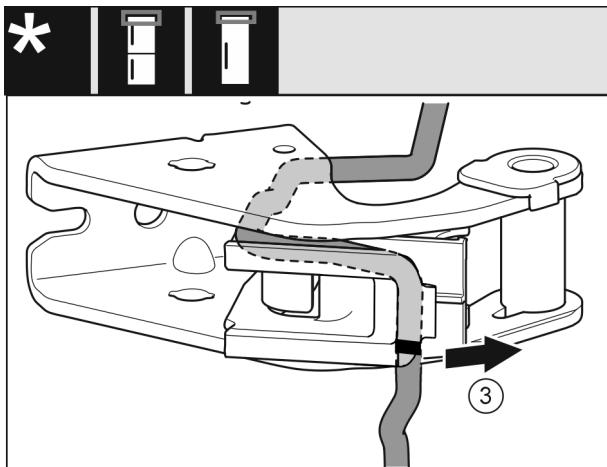

Fig. 27
- ▶ Демонтирайте кабела с кабелния държач от лагерната опора. Fig. 27 (3)